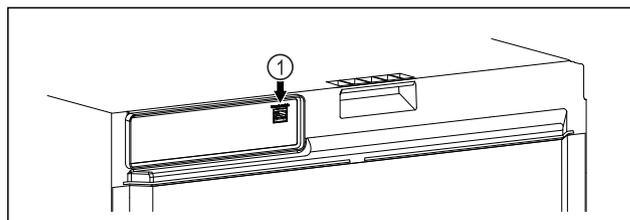

Fig. 103
- Le SmartModule Fig. 103 (1) est installé.